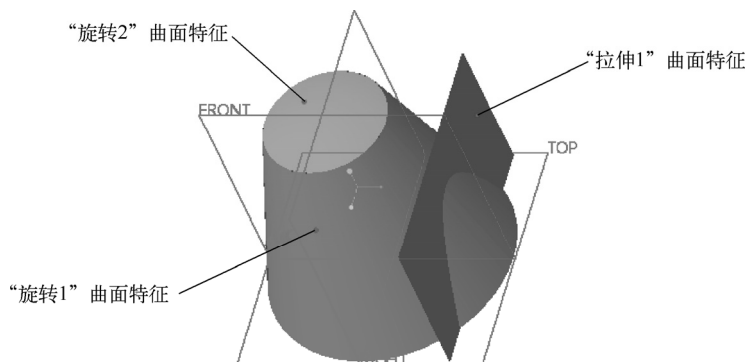

图 5-33 文件中的原始曲面模型
- 1) 单击 （打开）按钮，弹出“文件打开”对话框。从随书光盘中的“CH5”文件夹中选择“bc_5_hb_1.prt”，单击“打开”按钮。该文件中的原始模型如图 5-33 所示。